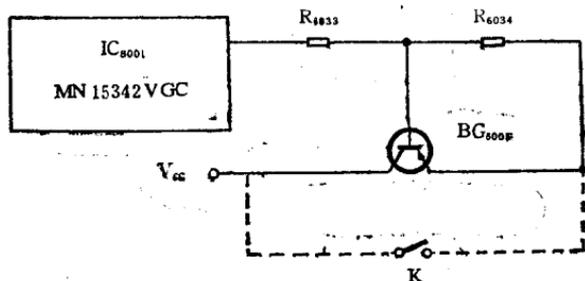

图1-1 NV-370IC8001部分相关工作电路
例2 不能记录图像。打开底板，按下记录键REC，用万用表测IC₈₀₀₁ (VEFC007) 无12V工作电压，再测输入12V电源的开关管BG₆₀₀₅集电极无高压输出。如图1-1所示，用短路法将BG₆₀₀₅的ce两极短路，IC₈₀₀₁工作正常并
能记录信号，由此可判断BG₆₀₀₅没有工作。BG₆₀₀₅的工作电压是由控制电路IC₈₀₀₁的③脚供给，测③脚无电压输出。而③脚正常电压在静态时为6.5V，在记录时是-1V，肯定是IC₈₀₀₁内部烧坏所致。应急修理可按图1-1安装一只开关K，在记录时将K闭合。